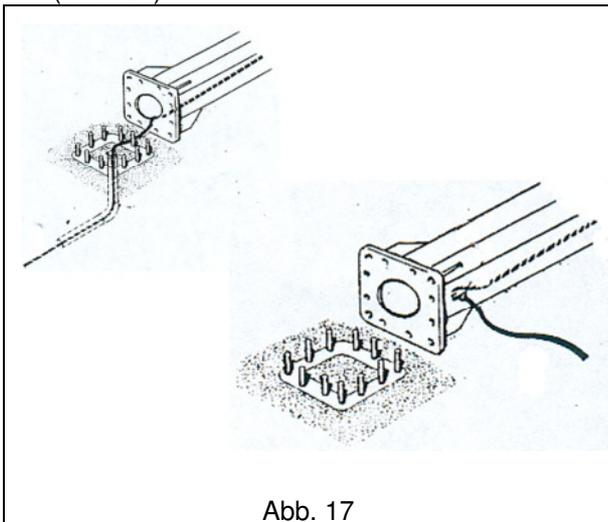

Abb. 17
2. Das Versorgungskabel in die Säule einführen und aus der Zugangs- und Inspektionsklappe im Kollektor austreten lassen. Für diesen Schritt muss die Säule auf dem Boden liegen. (Abb. 17)